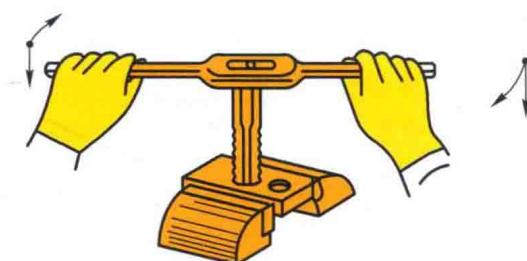

图 1-4 丝锥做自然旋进切削
(4) 当丝锥的起削刃切进后，两手不必再施加压力，丝锥可随铰杠的旋转做自然旋进切削。此时，两手旋转用力要均匀，要经常倒转 1/4~1/2 圈，使切屑碎断后容易被排除，避免因切屑阻塞使丝锥卡住，如图 1-4 所示。
(5) 攻螺纹时，必须按头锥、二锥、三锥的顺序攻削至标准尺寸。换用丝锥时，先用手将丝锥旋入已攻出的螺孔中，待手转不动时，再装上铰杠继续攻螺纹。
(6) 攻不通孔时，应在丝锥上做深度标记。攻螺纹时，要经常退出丝锥，排除切屑。